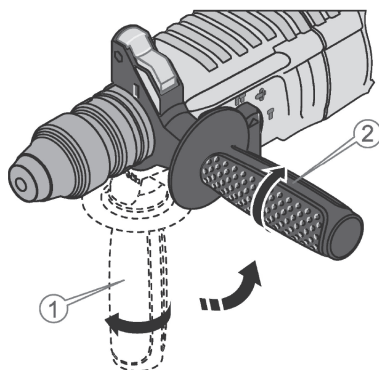

Рисунок 2. Схема налаштування допоміжного руків'я.
Допоміжне руків'я має можливість змінювати своє положення по колу (в будь-який бік) з фіксацією, забезпечуючи зручність під час роботи з виробом (рис. 2).
3. Встановити свердло (зубило) (2, рис. 2) в патрон «SDS-plus» (1, рис. 2), трохи відтягнувши обойму патрона (3, рис. 3).